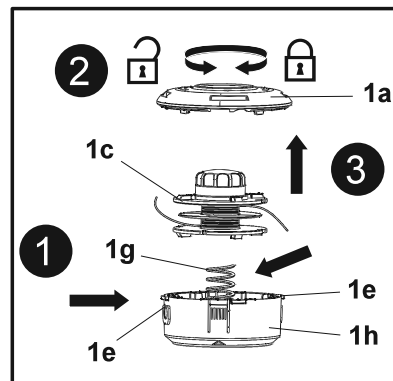

Fig. 56
5. Pressione os trincos de libertação (1e) em ambos os lados e mantenha-os nessa posição (Fig. 56, passo 1) e, em seguida, rode a cobertura (1a) para a esquerda para a soltar da cabeça do aparador (1) (Fig. 56, passo 2).
6. Remova a cobertura (1a) e a bobine do aparador (1c) da caixa (1h) (Fig. 56, passo 3).